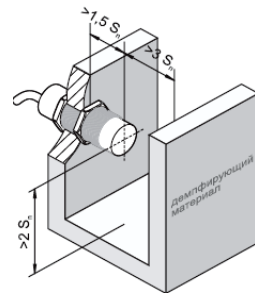

Рисунок 3
3.5 Для компенсации влияния окружающих предметов (рис.3) выключатели имеют регулировку чувствительности, которая осуществляется многооборотным переменным резистором, расположенным рядом с кабелем (исполнение С, В) или под крышкой клеммной коробки (исполнение К). Крайнее положение при вращении движка резистора против часовой стрелки соответствует минимальной чувствительности. Крайнее положение по часовой стрелке соответствует максимальной чувствительности.
5.4 Для неутапливаемого исполнения следует учитывать допустимые расстояния до окружающих демпфирующих элементов. Металлы и материалы с высокой диэлектрической проницаемостью (например, вода) обладают сильным демпфирующим действием, поэтому если регулировкой чувствительности исключить их влияние невозможно, необходимо обеспечивать минимальные расстояния согласно рис. 3.